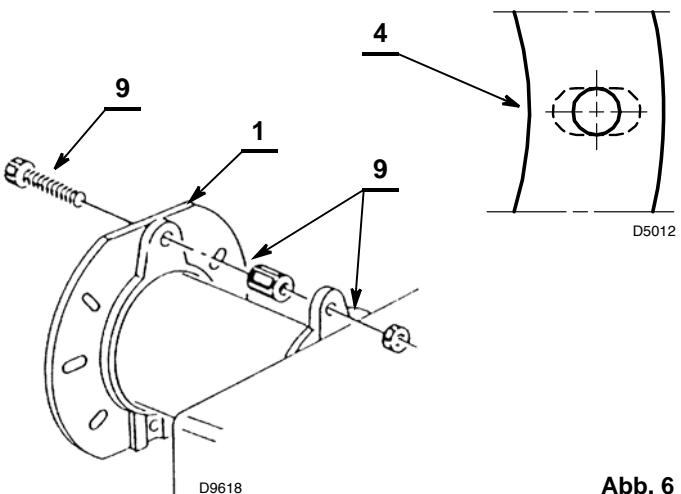

Abb. 6
- auf dem Flansch 1) (Abb. 6) die Schraube und die beiden Muttern 9) einfügen;
- falls erforderlich, die Bohrungen der Isolierdichtung 4) (Abb. 6) erweitern.